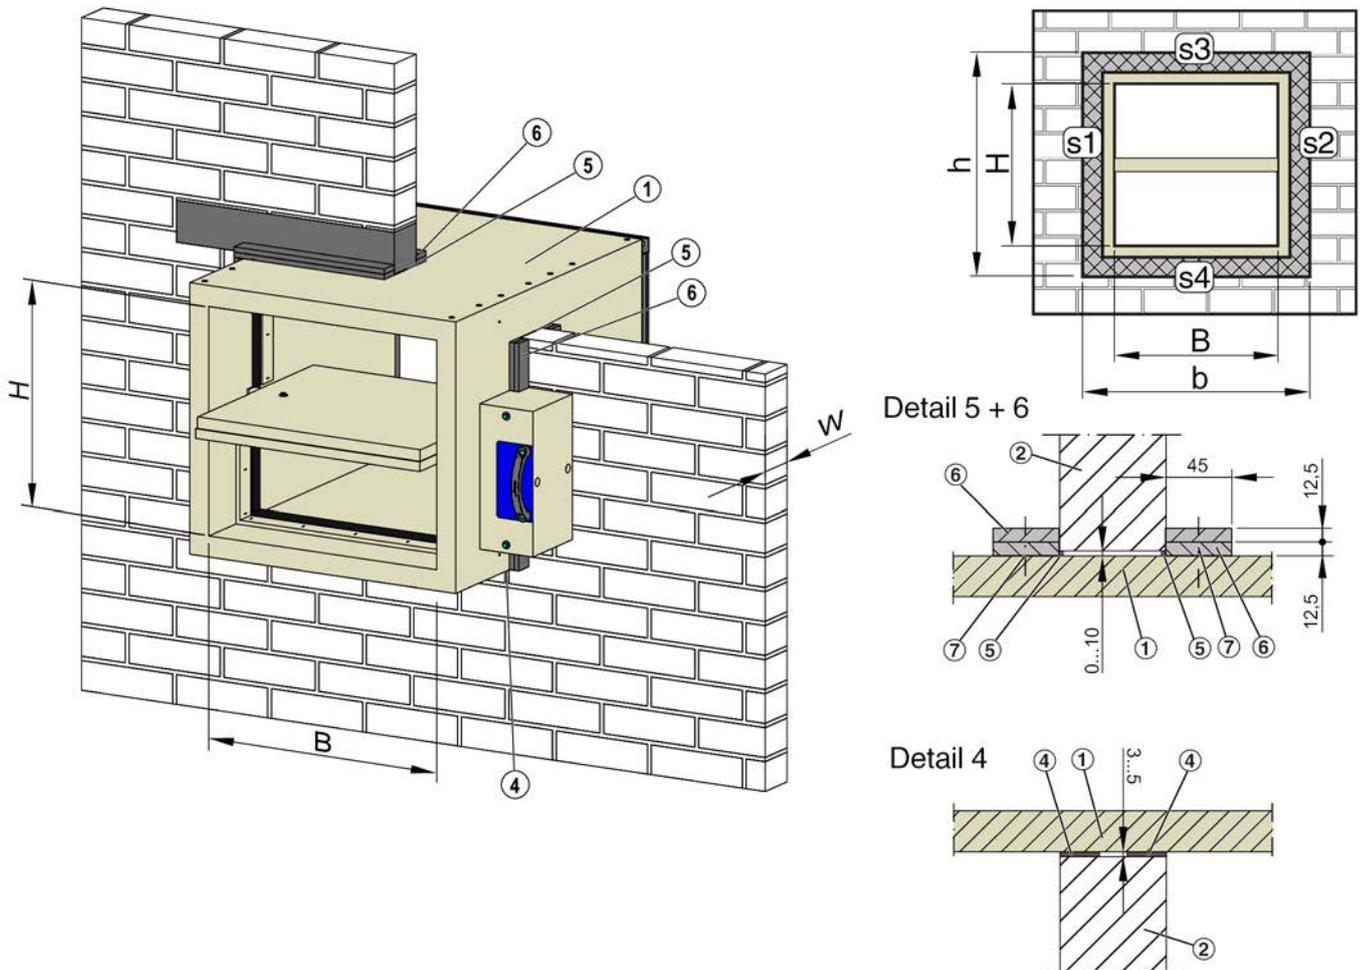

Fig. 12: Instalación en seco sin mortero, variante b, índice de clasificación: v_{ew}
- Realizar la abertura de instalación en cumplimiento con Fig. 12 .